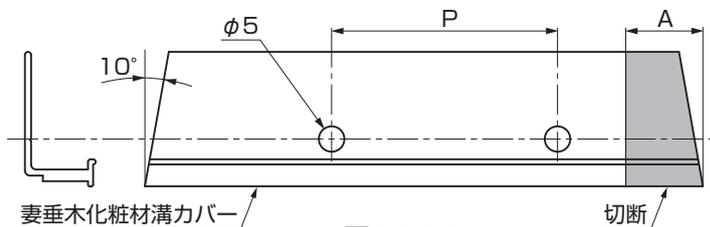

図14-11
- ① 4尺・6尺の場合、妻垂木化粧材溝カバーを切断してください。(図14-11、表14-5参照)
- ② 妻垂木化粧材溝カバーに、φ5の穴をあけてください。(図14-11、表14-5参照)